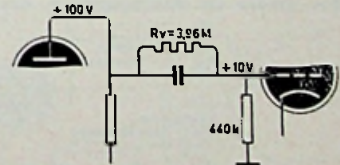

Fig. 7a
3. Ten slotte kunnen we ook direct de spanning tussen rooster en aarde meten. Deze mag niet positief zijn. Bij de laatste methode dienen we een meter te gebruiken waarvan de inwendige weerstand groot is t.o.v. de roosterweerstand, dus bv. een BVM. Want stel u voor, dat we deze spanning zouden bepalen met een meter die een R_i heeft van $20 \text{ k}\Omega$ en dat in een bepaald geval de isolatieweerstand van de koppelcondensator $3,96 \text{ M}\Omega$ bedraagt. Dan zal zonder voltmeter bij een anodespanning van 100 V de spanning tussen rooster en aarde 10 V bedragen (zie fig. 7a). Plaatsen we nu de voltmeter tussen rooster en aarde, dan daalt de weerstand tussen deze punten tot $19,5 \text{ k}\Omega$ en we meten een spanning van ca.
terweerstand, dus bv. een BVM. Want stel u voor, dat we deze spanning zouden bepalen met een meter die een R_i heeft van $20 \text{ k}\Omega$ en dat in een bepaald geval de isolatieweerstand van de koppelcondensator $3,96 \text{ M}\Omega$ bedraagt. Dan zal zonder voltmeter bij een anodespanning van 100 V de spanning tussen rooster en aarde 10 V bedragen (zie fig. 7a). Plaatsen we nu de voltmeter tussen rooster en aarde, dan daalt de weerstand tussen deze punten tot $19,5 \text{ k}\Omega$ en we meten een spanning van ca.